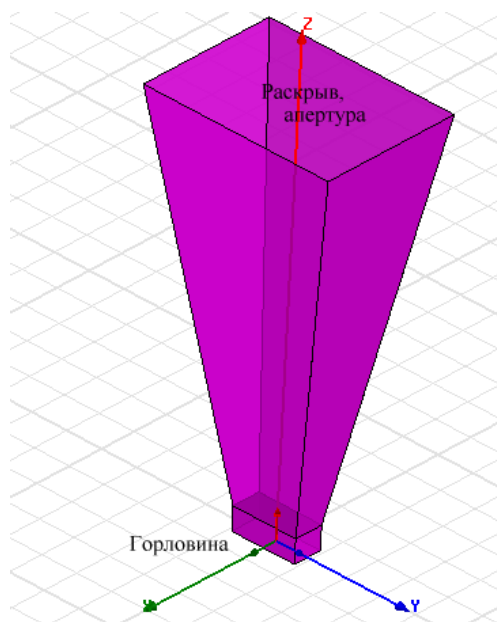

Рис. 3.8. Вид рупорной антенны
3. Нажмите первую точку в активном окне черчение. Затем протащите курсор и щелкните мышью снова, чтобы задать противоположный угол бокса. Появляется диалог шаблона бокса (рис. 3.8).
Последовательно, операцией **Draw-> Polyline**, по точкам, используя захват курсора к точкам прямоугольника раскрытия, начертим все четыре стороны пирамиды рупорной антенны (рис. 3.8), которые будут иметь нулевую толщину.